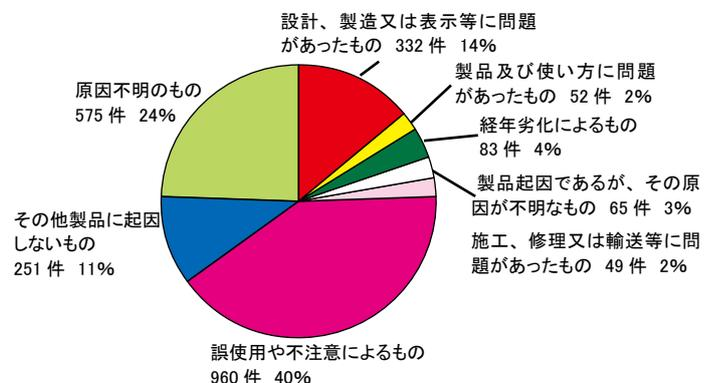

図2-① 原因区分別件数 (2,367件)
定できない事故などを含む「原因不明のもの」575件、「設計、製造又は表示等に問題があったもの」332件、「経年劣化によるもの」83件と続きます。「原因区分別件数」2,367件の中から、「原因不明」575件を除く事故原因が判明している1,792件を図2-②で示し、「製品に起因する事故」と「製品に起因しない事故」に大別します。「製品に起因する事故」は532件で30%、「製品に起因しない事故」は1,260件70%となっており、使用方法の誤りやうっか